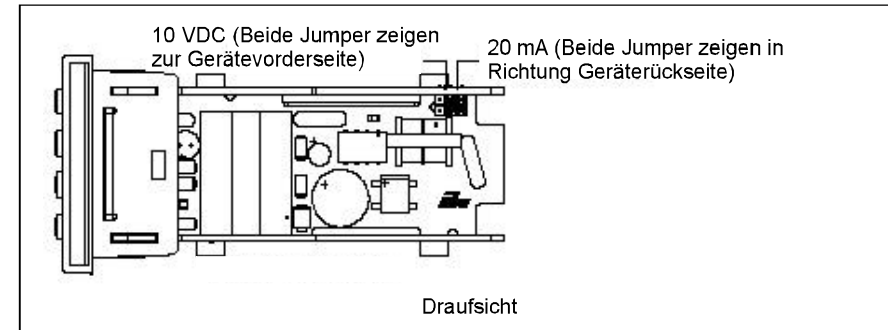

Bild 4.5: JumperEinstellung Analogausgang
2. Stecken Sie die Jumper auf die gewünschte Position. (Siehe Bild 4.5)